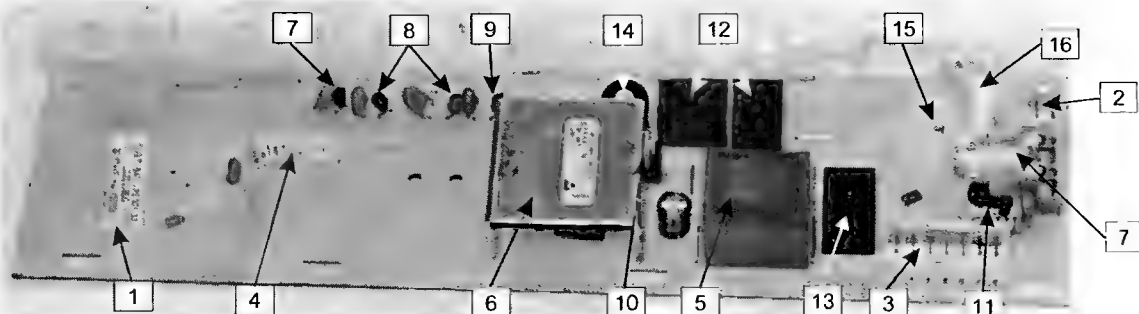
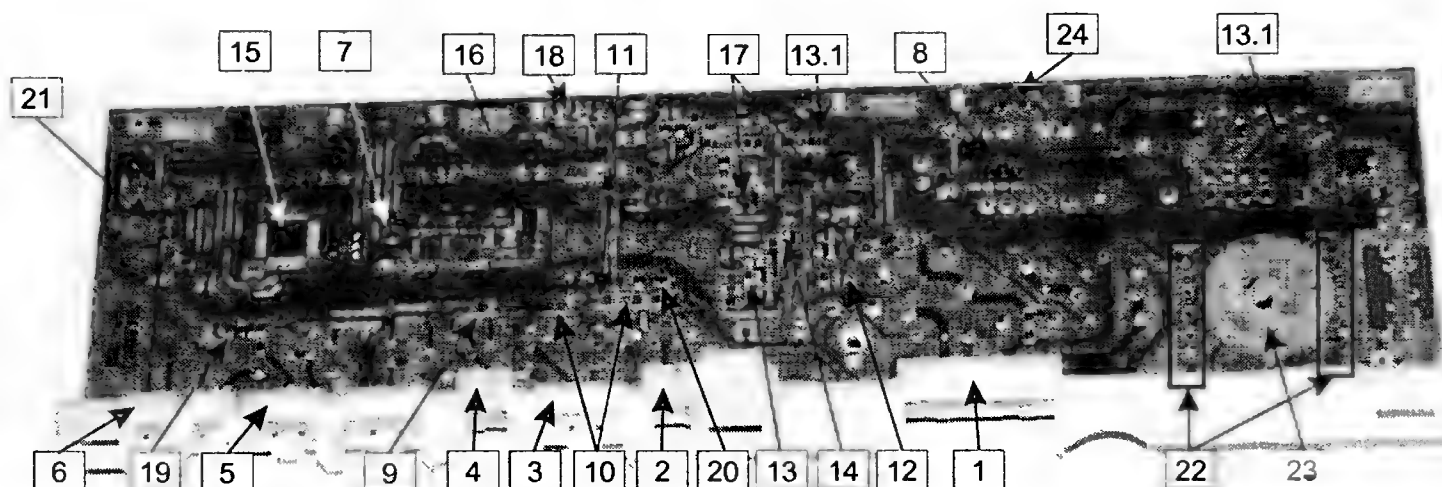

Рис. 4.3.1. Внешний вид (сверху) электронного контроллера
Рис. 4.3.2. Внешний вид (снизу) электронного контроллера
Внешний вид контроллера показан на рис. 4.3.1 (вид сверху) и 4.3.2 (вид снизу).
- Силовой трансформатор — 5 на рис. 4.3.1;
- стабилизатор напряжения U1 7905 (–5 В) — 6 на рис. 4.3.1;
- сетевой выключатель — 7 на рис. 4.3.1;
- выпрямитель — 8 на рис. 4.3.2;
- предохранители (разрывные резисторы) — 17 на рис. 4.3.2.
- Управления распределительным клапаном JET SYSTEMS — 7 на рис. 4.3.1, его СС — 9 на рис. 4.3.2;
- управления клапанов залива воды — 8 на рис. 4.3.1, СС — 10 на рис. 4.3.2;
- управления сливным насосом — 9 на рис. 4.3.1, СС — 11 на рис. 4.3.2;
- управления приводным мотором — 10 на рис. 4.3.1, СС — 12 на рис. 4.3.2;
- управления блокировкой люка — 11 на рис. 4.3.1, СС — 13 на рис. 4.3.2.
- Управления реверсом — 12 на рис. 4.3.1, СС — 13 на рис. 4.3.2;
- управления ТЭНом — 13 на рис. 4.3.1, СС — 14 на рис. 4.3.2.
- Процессор U3 — 15 на рис. 4.3.2;
- память U2 — 16 на рис. 4.3.2;
- регулятор скорости вращения центрифуги VR1 — 14 на рис. 4.3.1;
- ключи питания индикаторов — 18 на рис. 4.3.2;
- СС датчика AQUASTOP — 19 на рис. 4.3.2;
- СС тахогенератора — 20 на рис. 4.3.2;
- СС датчика температуры — 21 на рис. 4.3.2
Маркировка контроллера нанесена на бумажной этикетке (1 на рис. 4.3.1).
- S1 (2 на рис. 4.3.1) — соединитель для подключения питающего напряжения 220 В с сетевого фильтра;
- X1 (3 на рис. 4.3.1) — соединитель датчика уровня воды (конт. 2-4), устройства блокировки люка (конт. 5-7) и ТЭНа (конт. 1);
- X3 (1 на рис. 4.3.2) — соединитель приводного мотора (статор — конт. 3, 6, ротор — конт. 4, 5) и тахогенератора (конт. 1, 2);
- X9 (2 на рис. 4.3.2) — соединитель сливного насоса (конт. 1, 2);
- X6 (3 на рис. 4.3.2) — соединитель клапанов залива воды (конт. 3, 5, 7);
- X10 (4 на рис. 4.3.2) — соединитель распределительного клапана системы впрыска воды JET SYSTEMS (конт. 1, 2);
- X8 (5 на рис. 4.3.2) — соединитель выключателя Aquastop (конт. 1, 3);
- X12 (6 на рис. 4.3.2) — соединитель датчика температуры (конт. 1, 3);
- системный соединитель (4 на рис. 4.3.2). Используется для программирования Flash-памяти процессора U3 (см. рис. 4.3.3).